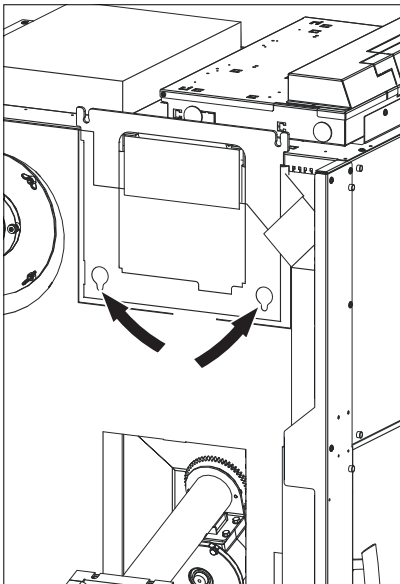
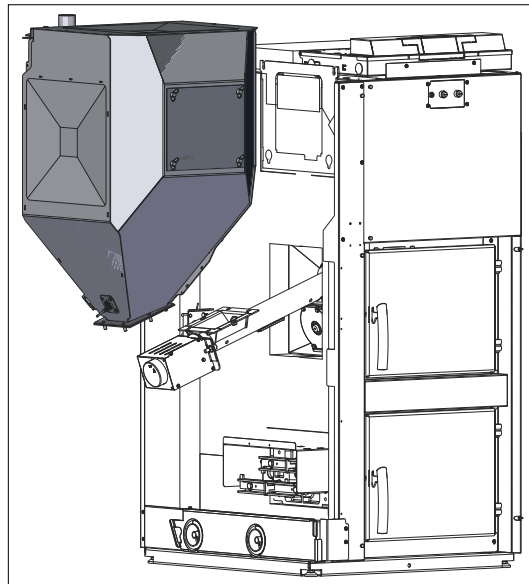

Fig. 36 Montageplatte für Vorratsbehälter
Fig. 37 Vorratsbehälter einhängen und unten auf Flanschplatte des Schneckenrohres einrichten
- Vorratsbehälter auf Montageplatte einhängen (Fig. 36) und unten auf der Flanschplatte des Schneckenrohres einrichten – Fig. 37.